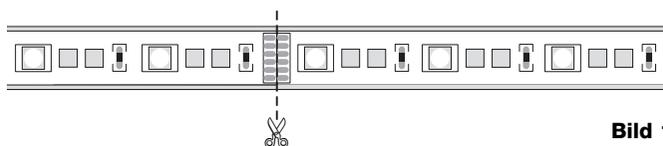

Bild 1
2. LED-Platine, falls erforderlich, kürzen (Bild 1).
LED-Platinen können jeweils nach **18 LEDs** (10 cm) getrennt werden (Bild 1).